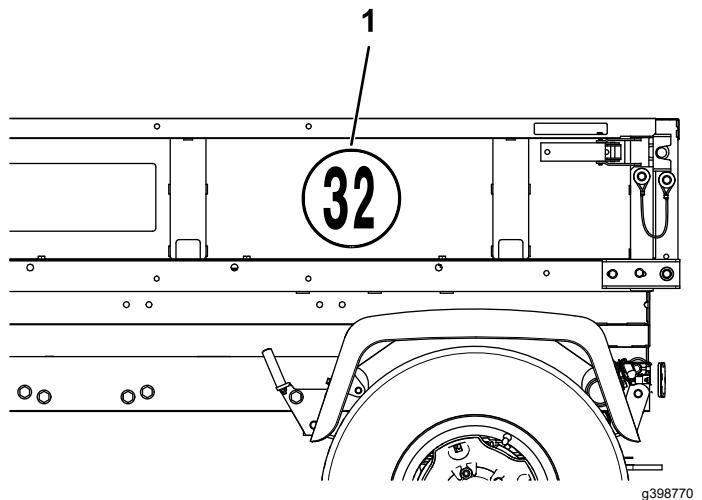

Figura 19
- No lado esquerdo da plataforma de carga, fixe o autocolante de velocidade na área entre o segundo e o terceiro canais, como se mostra na Figura 19.